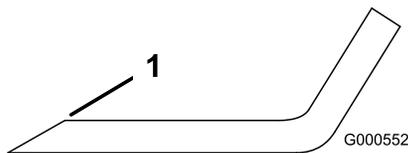

図 64
- ブレードは、左右の刃先をやすりで磨く 図 64。
注 もし傾くようなら、重い方の裏面を少し削って調整する 図 64。